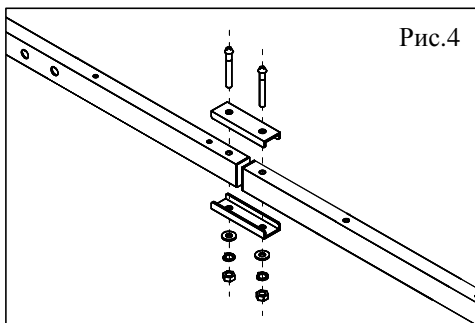

Рис.4
5.6. Соединить основную штангу с дополнительной секцией с помощью скоб, используя винты №3 (рис.4).